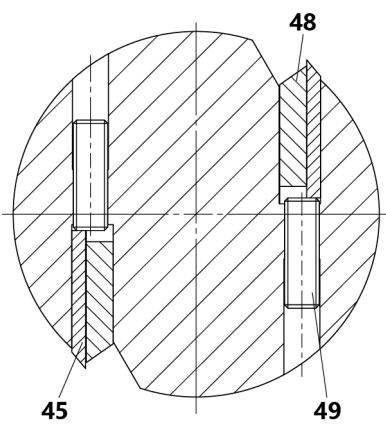

Рисунок 10. Схема регулировки строгальных ножей
- зафиксировать ножевой вал от вращения, установив ключ шестигранный (или фигурную отвёртку) в отверстие для винта регулировочного 49 (рис. 10) с упором в строгальный стол;